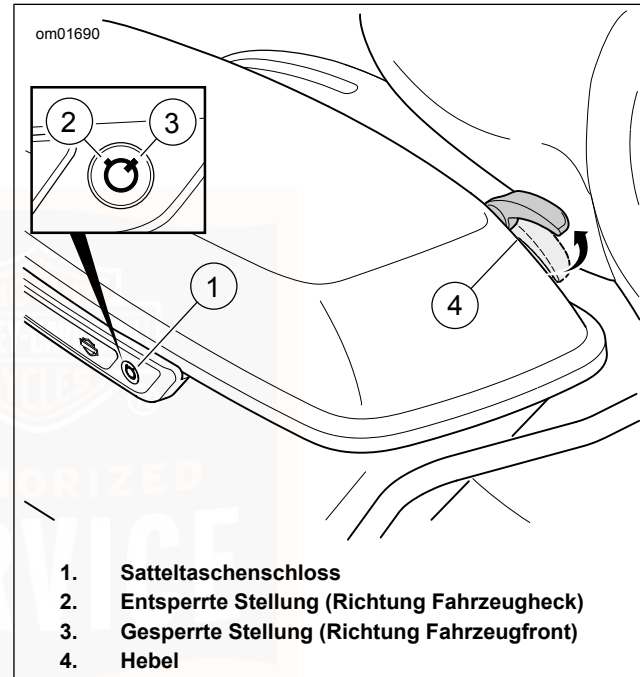

Abbildung 60. Satteltasche
1. Siehe Abbildung 60. Das Satteltaschenschloss mit dem Zündschlüssel entriegeln.
1. Siehe Abbildung 60. Den Satteltaschendeckel zuklappen.
1. Siehe Abbildung 60. Die Satteltasche öffnen.